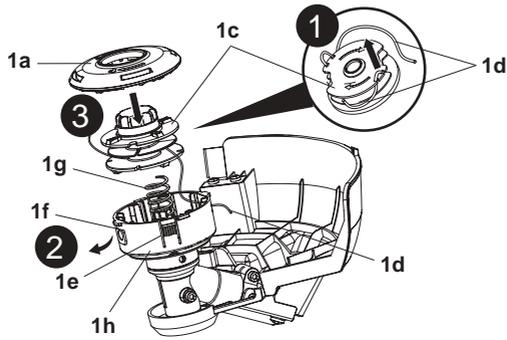

Fig. 57
9. Suelte el hilo de recorte (1d) de las muescas y manténgalo en posición. Evite que el hilo de recorte (1d) se separe de la bobina de recorte (1c) (Fig. 57, paso 1).
10. Pase el extremo del hilo de recorte a través del ojal (1f) del alojamiento (1h) (Fig. 57, paso 2).
12. Inserte la bobina de recorte (1c) en el alojamiento (1h) (Fig. 57, paso 3).